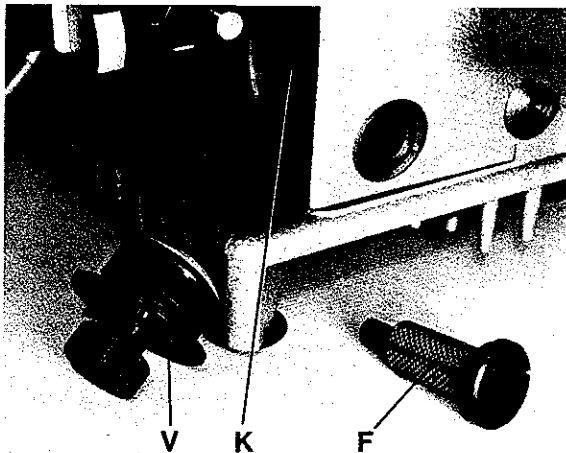

Fig.15
The oil filter (F, Fig. 15) has to be cleaned periodically in petroleum, according to its contamination. The oil filter can be removed by turning it counter-clockwise.
Chamber (K, Fig. 15) behind plug (V) has to be cleaned periodically, according to its contamination.
Der Ölfilter (F, Fig. 15) muß periodisch, je nach Verschmutzung in Petroleum gereinigt werden. Der Ölfilter kann durch Drehen im Uhrzeigersinn entfernt werden.
Die Kammer (K, Fig. 15) hinter dem Verschlußstopfen (V) muß periodisch, je nach Verschmutzung gereinigt werden.